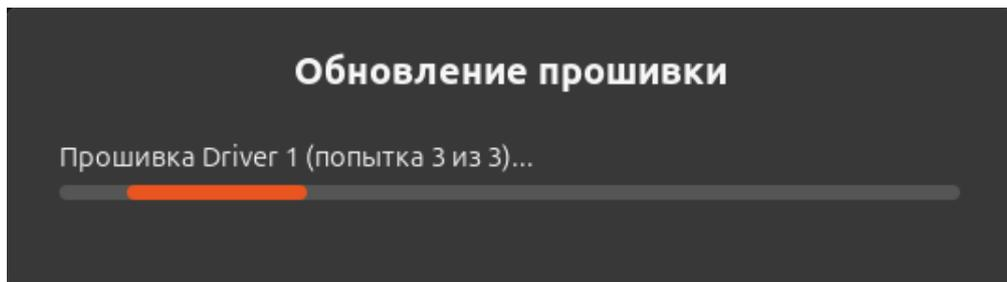

Рисунок II-64 – Уведомление об обновлении
- 6) После восстановления устройства обновление прошивки запустится автоматически (см. Рисунок II-64).